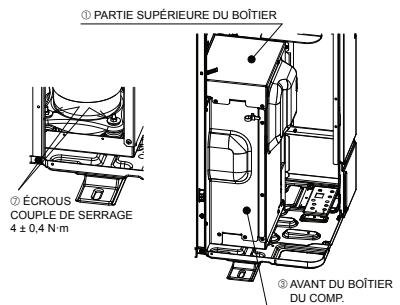

Fig. 4-2
- Après avoir ôté les pièces du COMP. fixées, veuillez à serrer les écrous et remettre en place la PARTIE SUPÉRIEURE DU BOÎTIER DU COMP. et l'AVANT DU BOÎTIER DU COMP. dans leur position d'origine. (Fig. 4-2)